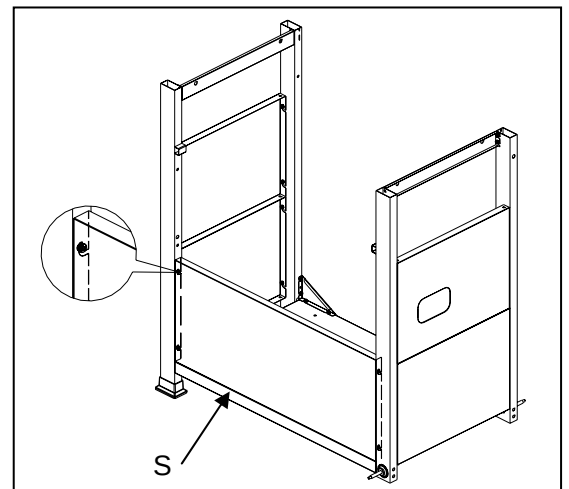

Fig. 7
- Retire los tornillos que vienen preensamblados en el panel frontal (S), fije la bandeja de condimentos (T) a la pata frontal izquierda del carrito y a la pata frontal derecha del carrito (I) aflojando los dos tornillos de cada pata del carrito. Alinee los agujeros de la bandeja de condimentos (T) con los tornillos. Observe que hay dos pestañas que alinean el panel frontal (S) y la bandeja de condimentos (T), como se muestra en la Fig. 7.
- Reemplace los tornillos de la izquierda y de la derecha. Remueva del Panel Frontal (S) en el paso 5a. Colóquelos en los agujeros de la bandeja de condimentos (T) en el panel frontal (S).